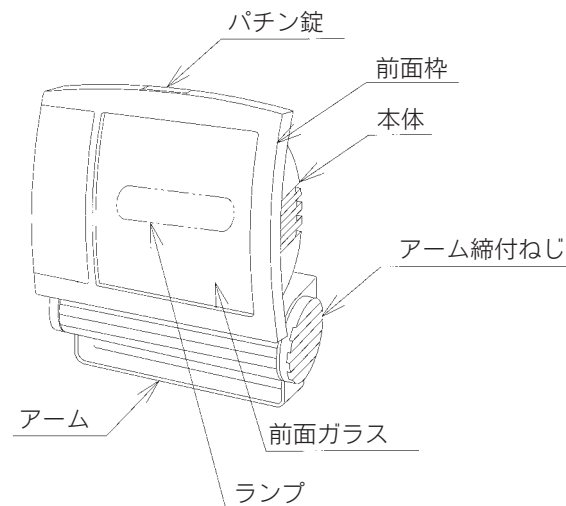
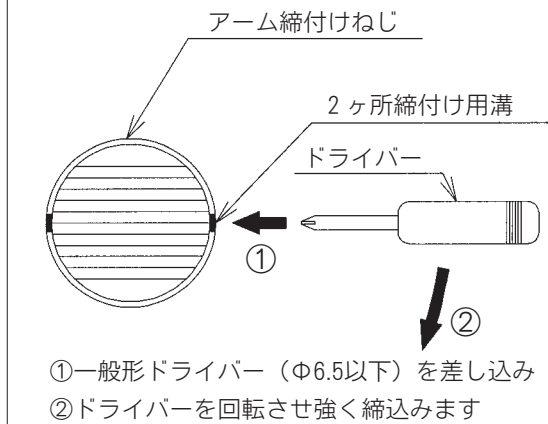

図2
図4
1. 図2のアーム締付けねじを緩めて照射角度に合わせてください。
2. 照射角度調整後、しっかりと締付け直してください。手での締付けが不十分な場合、図2の締付けねじに締付け用溝がありますので、図4のように一般形のドライバー(先端径φ6.5以下)で締付けてください。